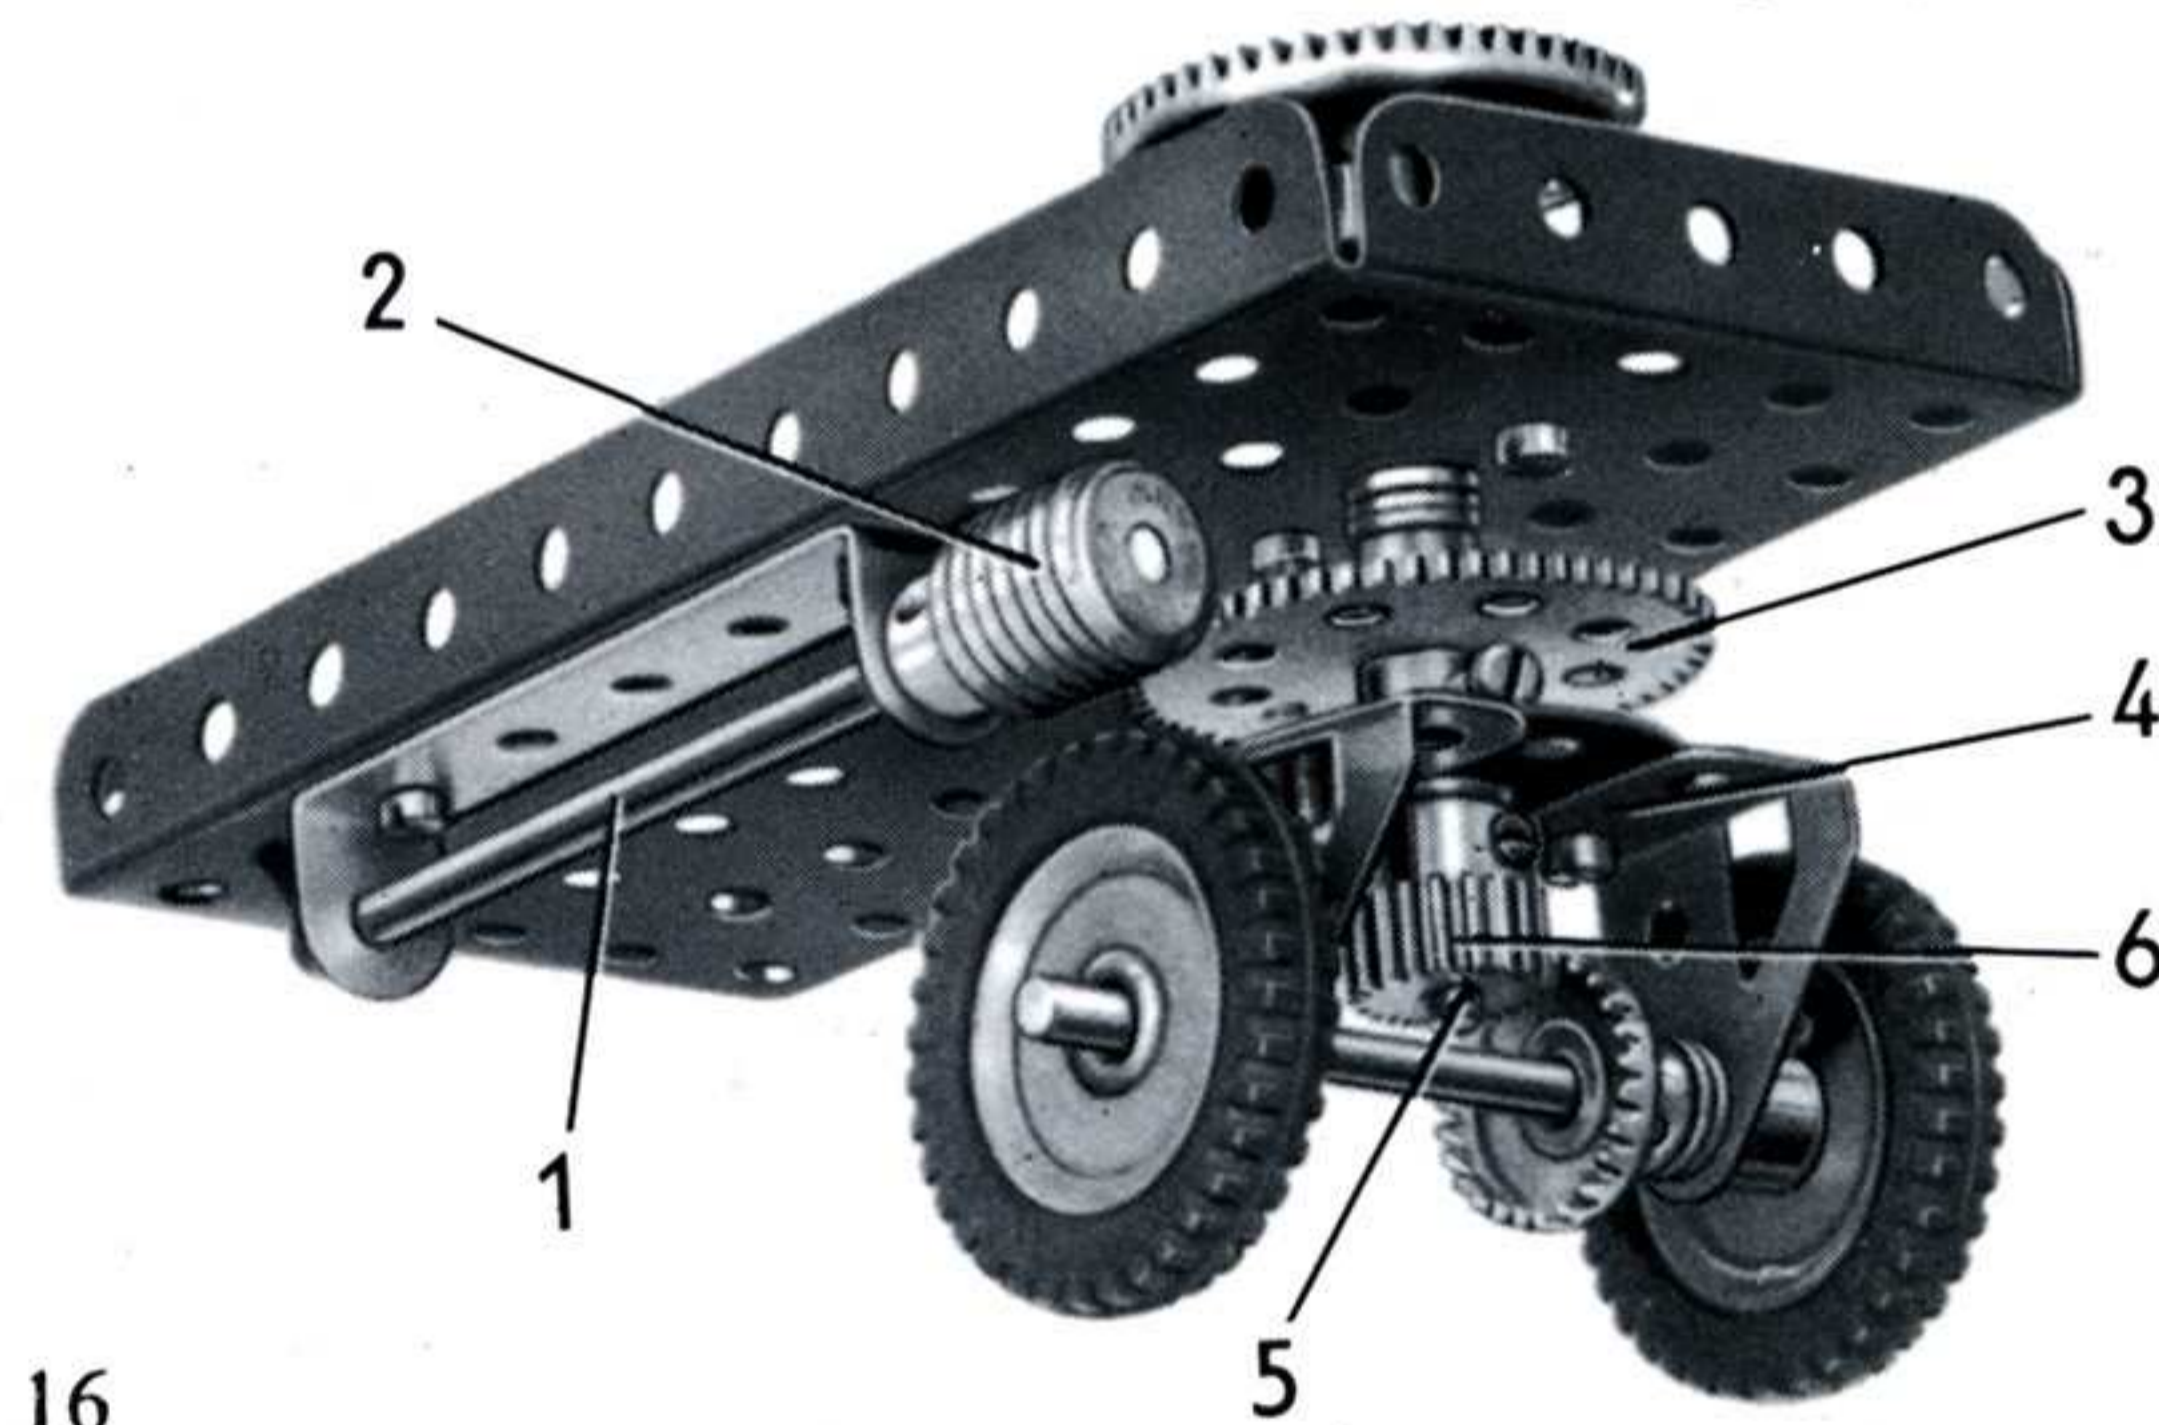

Fig. 16
## B.10 - Direction à petit rayon (Fig. 16)
Un autre type de mécanisme de direction est représenté sur la figure 16. Il est appelé « Direction à petit rayon » et convient particulièrement à un petit véhicule comme une grue mobile ou une voiture de livraisons, car il donne un braquage excellent. Il est très facile à construire et fonctionne remarquablement. Le volant du véhicule est relié de façon appropriée à une tringle (1) qui porte une vis sans fin (2). Cette vis sans fin entraîne une roue de 57 dents (3). Le châssis (4) qui porte les roues est boulonné à la roue de 57 dents, et l'ensemble est monté librement sur une tringle (5).